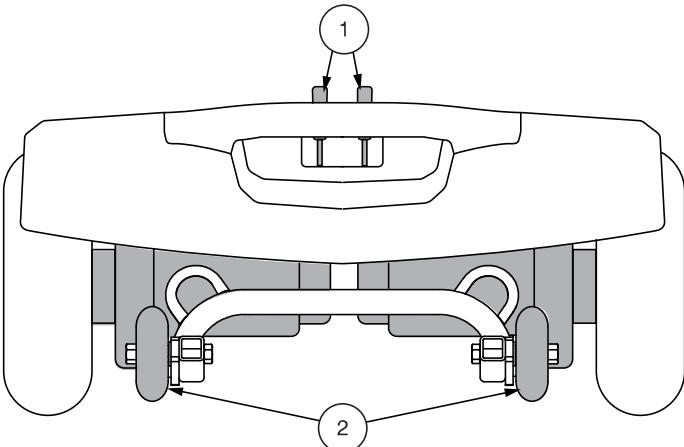

Abb. 9 Hinterseite des Fahrgestells - Jazzy ZTS
Der Elektromobil hat einen manuellen Freilaufhebel für jeden Motor. Diese Hebel ermöglichen Ihnen, die Antriebsmotoren zu entkoppeln und das Elektromobil manuell zu manövrieren. Diese Betriebsweise wird Freilaufmodus genannt. Siehe Abb. 9.
1. Sie suchen die Hebel an der Hinteren Seite des Fahrgestells. **Siehe Abb. 9.**